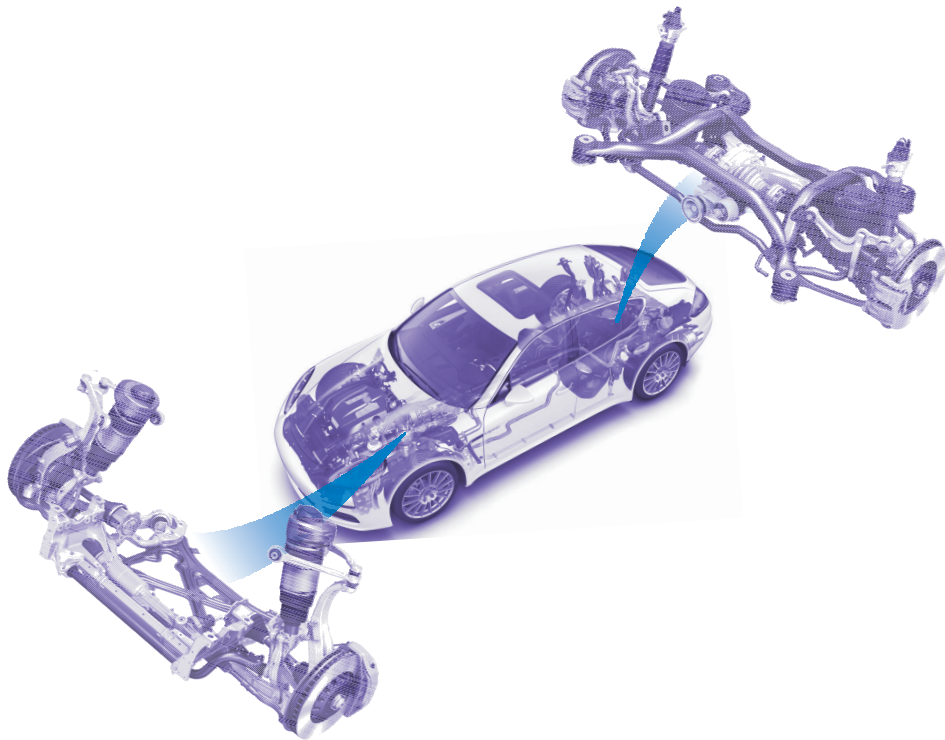

图 1-8 车辆悬架
(7) 底盘主要项目检查
①轮胎、轮辋:轮胎表面无割伤,胎压正常;轮辋及螺栓无划伤,无生锈;翼子板内衬齐全。
②动力电池底板:电池底板平整,无凹陷、无划伤、无锈蚀,与车身连接牢固;高压线束连接正常。
③动力电池:检查是否有漏液,是否有过浸水痕迹等。慢充线束护套无损坏,固定可靠。
④制动软管:制动软管完好,无渗漏。
⑤减速器放油口检查:减速器放油螺栓无损坏、无渗漏。
⑥悬架(图 1-8):悬架弹簧、减振器完好。
⑦半轴、转向器：保护胶套无损坏，万向节工作正常。
⑧驱动电机的检查与维护：检查是否存在散热不良、滴水、脏污、壳体变形、异响、动力输出卡滞等现象。